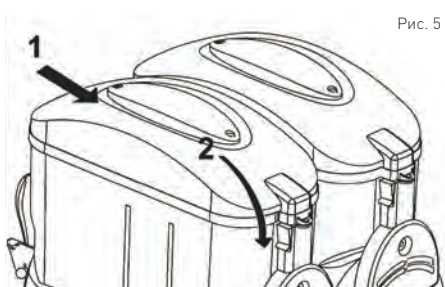

Рис. 5
- После заливки/ пополнения смеси в контейнере (2), поместите крышку (1) обратно на контейнер (2). Смотри: Рис. 5.